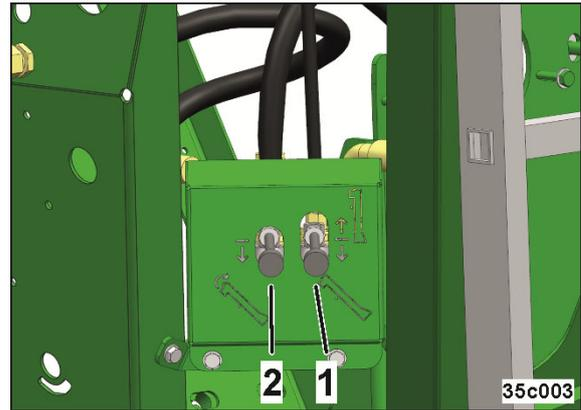

Fig. 181
- 6.2 Bedienhebel (Fig. 181/1) solange betätigen, bis die Befüllschnecke vollständig ausgeklappt ist.
7. Die Befüllschnecke mit dem Bedienhebel (Fig. 181/2) einschalten. Den Einfülltrichter nicht schneller befüllen, als die Befüllschnecke fördert.
8. Die Befüllschnecke mit dem Bedienhebel (Fig. 181/2) ausschalten. Die Befüllschnecke nach Beendigung der Befüllarbeit solange weiterlaufen lassen, bis sich der Einfülltrichter und das Förderrohr entleert haben.